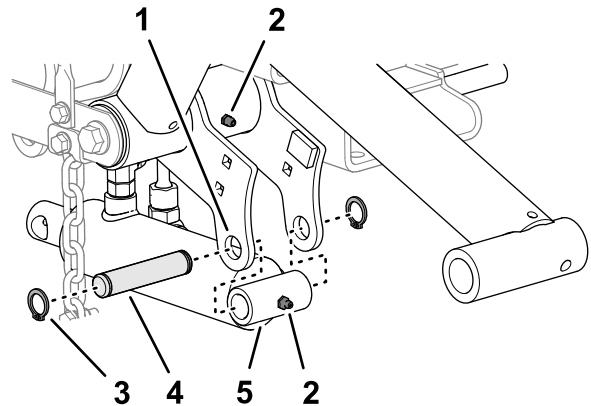

Figura 12
1. Aliniați capătul capacului cilindrului de ridicare cu orificiile din flanele braului de ridicare stânga (Figura 12).
2. Montai cilindrul la flane cu tiftul de montare i 2 inele de fixare (Figura 12).
3. Aplicai lubrifiant cu litu nr. 2 pe fittingurile de lubrifiere ale braului de ridicare i ale cilindrului hidraulic (Figura 12).